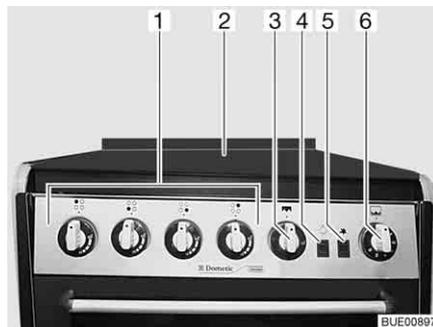

Bild 153 Gaskocher mit Backofen und Grill
- Gaskocher-Abdeckung (Bild 153,2) öffnen.
- Drehregler (Bild 153,1) der gewünschten Brennstelle auf Zündposition (große Flamme) drehen und drücken.
- Zündknopf (Bild 153,5) so oft drücken, bis die Flamme brennt.
- ▷ Mit dem Schalter (Bild 153,4) wird das Licht im Backofen ein- und ausgeschaltet.
- Drehregler (Bild 153,3) leicht drücken und auf Zündstellung (große Flamme) drehen.
- Zündknopf (Bild 153,5) drücken, bis die Flamme brennt.
- Drehregler (Bild 153,6) leicht drücken und auf eine Zündstellung zwischen 1 und 6 drehen.